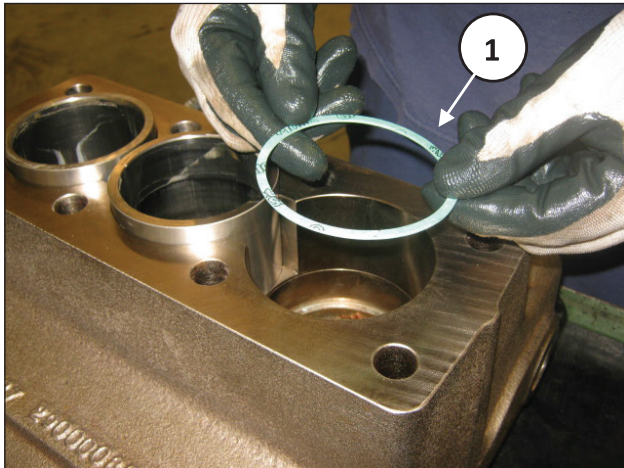
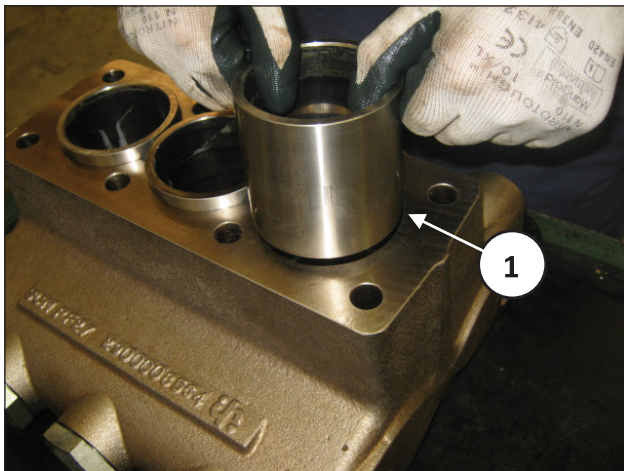

Рис. 139
Рис. 140
Вставьте в гнездо цилиндра на торце уплотнения (поз. ①, Рис. 139) и цилиндры (поз. ①, Рис. 140).